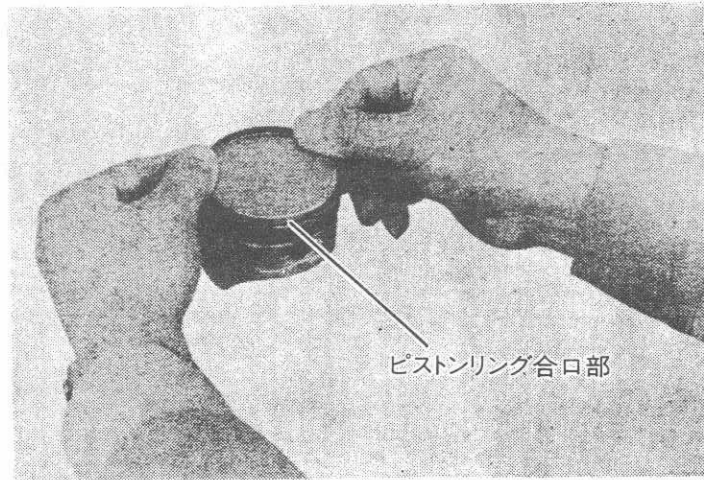

Fig 5-3-3
② ピストン及びリング
- (a) リングエキスパンダー 工具が利用出来ない場合 Fig 5-3-3 に示す様にピストンの第一ランドにリング合口を入れてリングを組付けます。次にピストンの回りをすべらすように足りるだけリングを広げて正規の溝に入れます。